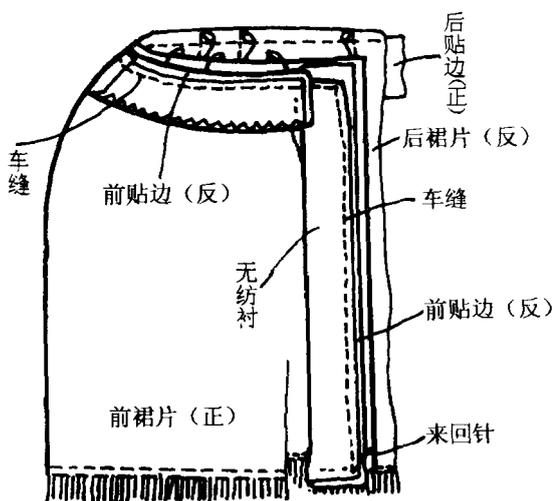

图 1-8
8. 缩贴边。将腰口贴边前贴边与裙片正面相对，顺前门及腰口净印车缝。见图 1-8。